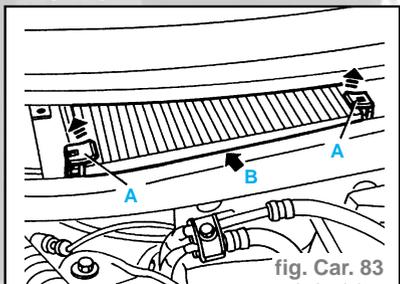

fig. Car. 83
- Dégager les deux retenues (A) et extraire le filtre anti-pollen (B) de son siège (fig. Car. 83).